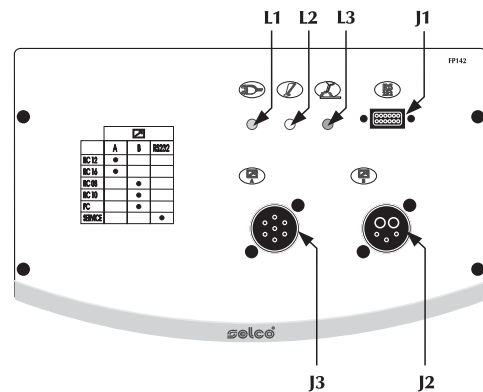

Abb. 1
2.1.1 Vorderes Schaltfeld FP142 (Abb. 1)